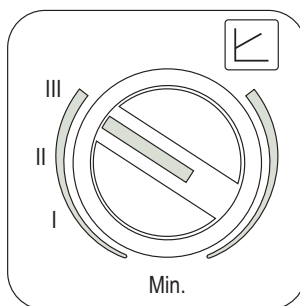

fig. 25
- Impostazione Velocità fissa (fig. 25)